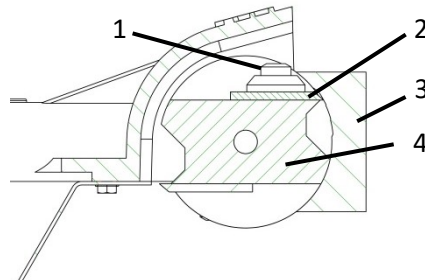

Abb. 11: Messer einstellen
- > Lösen Sie die Messerschraube (1 – Abb.11).
- > Schieben Sie das Messer (2 – Abb.11) nach ganz hinten.
- > Legen Sie die Messerlehre (3 – Abb.11) auf die Walze (4 – Abb.11) auf, so dass diese auf den beiden Auflageflächen der Walze oben und unten aufliegt.